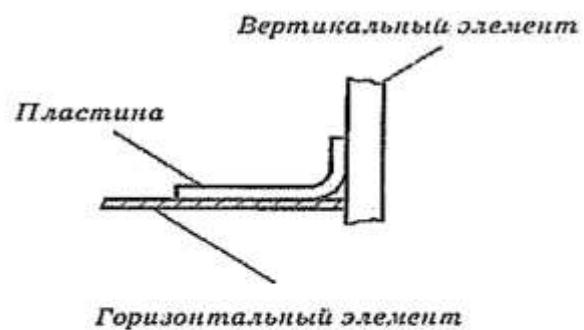

Рис. 1
- Крепление предохранительных дуг к кузову должно быть выполнено при помощи стальных пластин следующим образом (см. рис. 1):